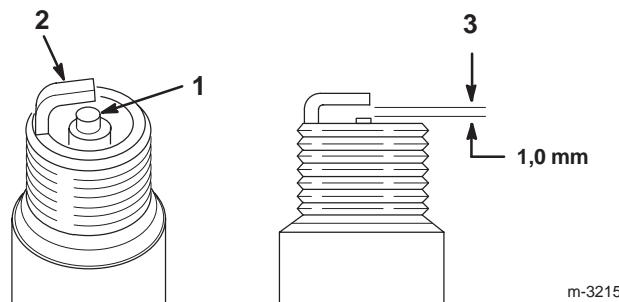

Figure 42
- Inspectez le centre des bougies (Fig. 42). Si le bec de l'isolateur est recouvert d'un léger dépôt gris ou brun, le moteur fonctionne correctement. S'il est couvert d'un dépôt noir, c'est généralement signe que le filtre à air est encrasé.
- Contrôlez l'écartement entre l'électrode centrale et l'électrode latérale (Fig. 42). Courbez l'électrode latérale (Fig. 42) si l'écartement est incorrect.